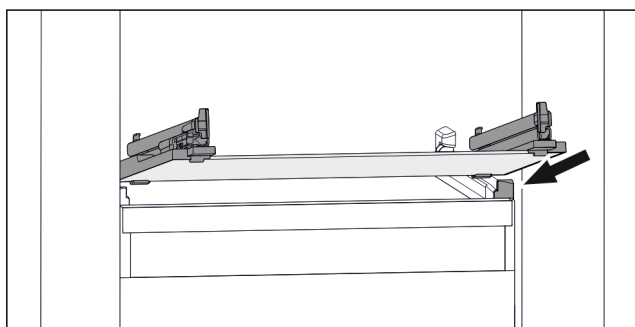

Fig. 113 Exemple de représentation de la tablette en verre
- ▶ Placer la tablette en verre, en l'inclinant, derrière les butées. (voir Fig. 113)